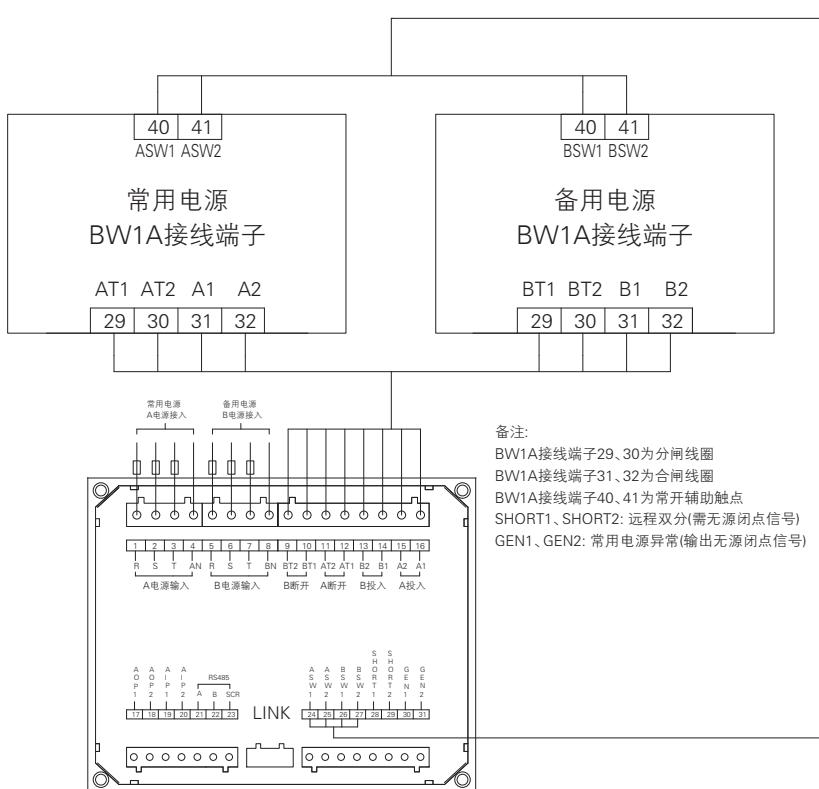

图 35
两台 BW1A 断路器加装机械联锁及加装 BQ3 系列 H 型控制器可组成自动转换开关 (接线见图 35)。
2. 双电源自动转换系统除按右图 35 接线外, 断路器本体仍需接线。具体接线见“BW1A 系列接线图”。因分励、闭合已接线, 故本体建议接控制器, 电动机, 及断路器状态指示触点。